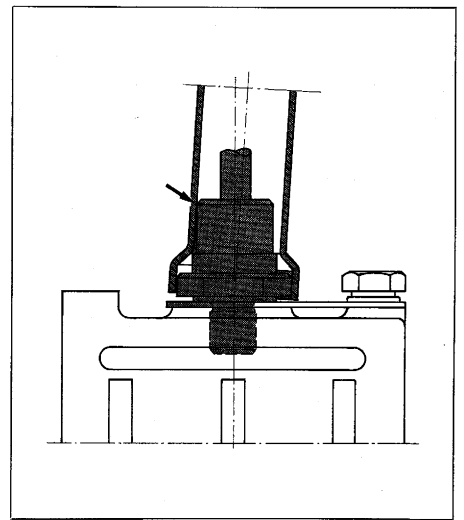

Bild 1 Steckschlüsselverkantung beim Einschrauben von Schraubbauelementen
- Steckschlüssel axial zum Bauelement führen. Bei schräger Haltung kann leicht die Isolierkeramik beschädigt werden (**Bild 1**).